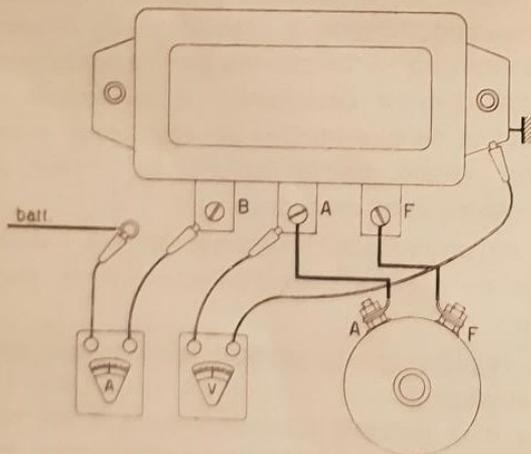

Fig. 13.23
Pour effectuer les mesures voulues, on se sert d'un voltmètre et d'un ampèremètre de précision et on les intercale comme à la fig. 13.23. Les bornes du régulateur et de la dynamo sont marquées comme suit : B = batterie, A (ou Gen) = induit - débit, F = excitation.
2. Relier les appareils de mesure comme à la fig. 13.23.